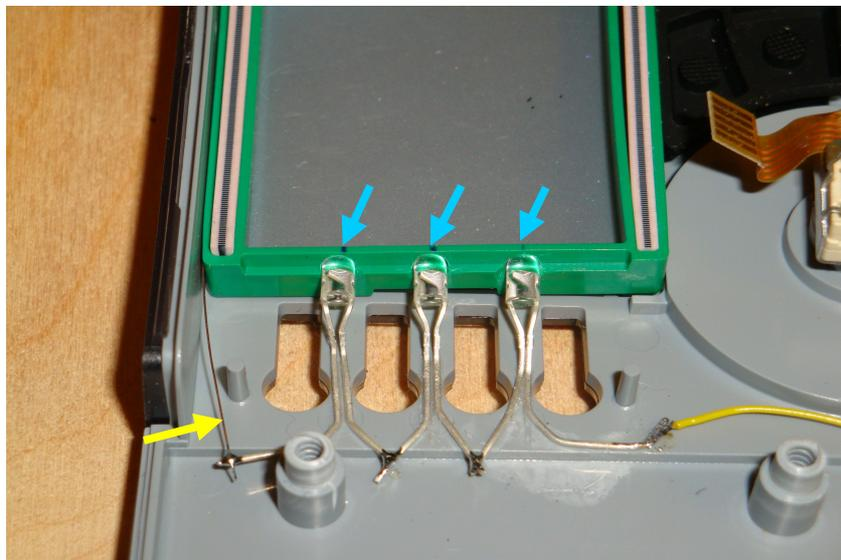

Bild 1 Ansicht linke Seite
- Lage der 6 Bohrungen (3 rechts, 3 links) mit Stift oben auf grünen Rahmen kennzeichnen (Bild 1 hellblaue Pfeile). Müssen genau mittig zwischen den Tasten liegen.
- Kathode der LED rechts oben mit Kupferdraht 0,13mm an Anode LED links oben verlöten (Bild 1 + 2 gelber Pfeil). Draht zwischen Gehäuse und Kunststoffrahmen entlang verlegen.